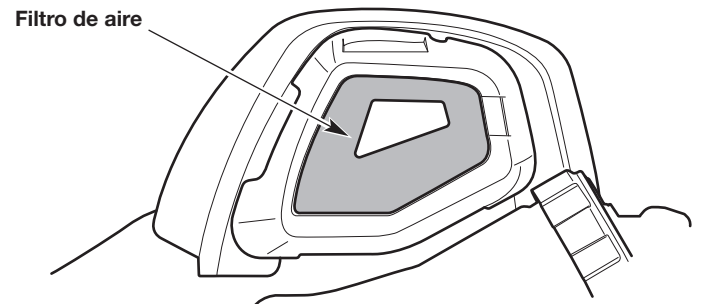

Fig. 37
2. Extraiga el filtro de aire (Fig. 37).
6. Vuelva a instalar el filtro de aire (Fig. 37).